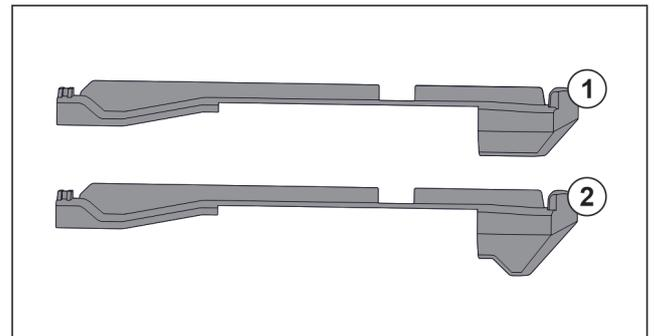

Fig. 123 Usporedba natičnih dijelova
U uređaju se nalaze dva različita natična dijela. Natični dio iznad najdonje ladice Fig. 123 (2) ima trokutasti rub. Svi drugi natični dijelovi Fig. 123 (1) imaju ravan rub.
- ▶ Postavite natični dio Fig. 123 (2) s trokutastim rubom iznad najdonje ladice.
- ▶ Postavite natični dio Fig. 123 (1) s ravnim rubom na svim drugim stranama.